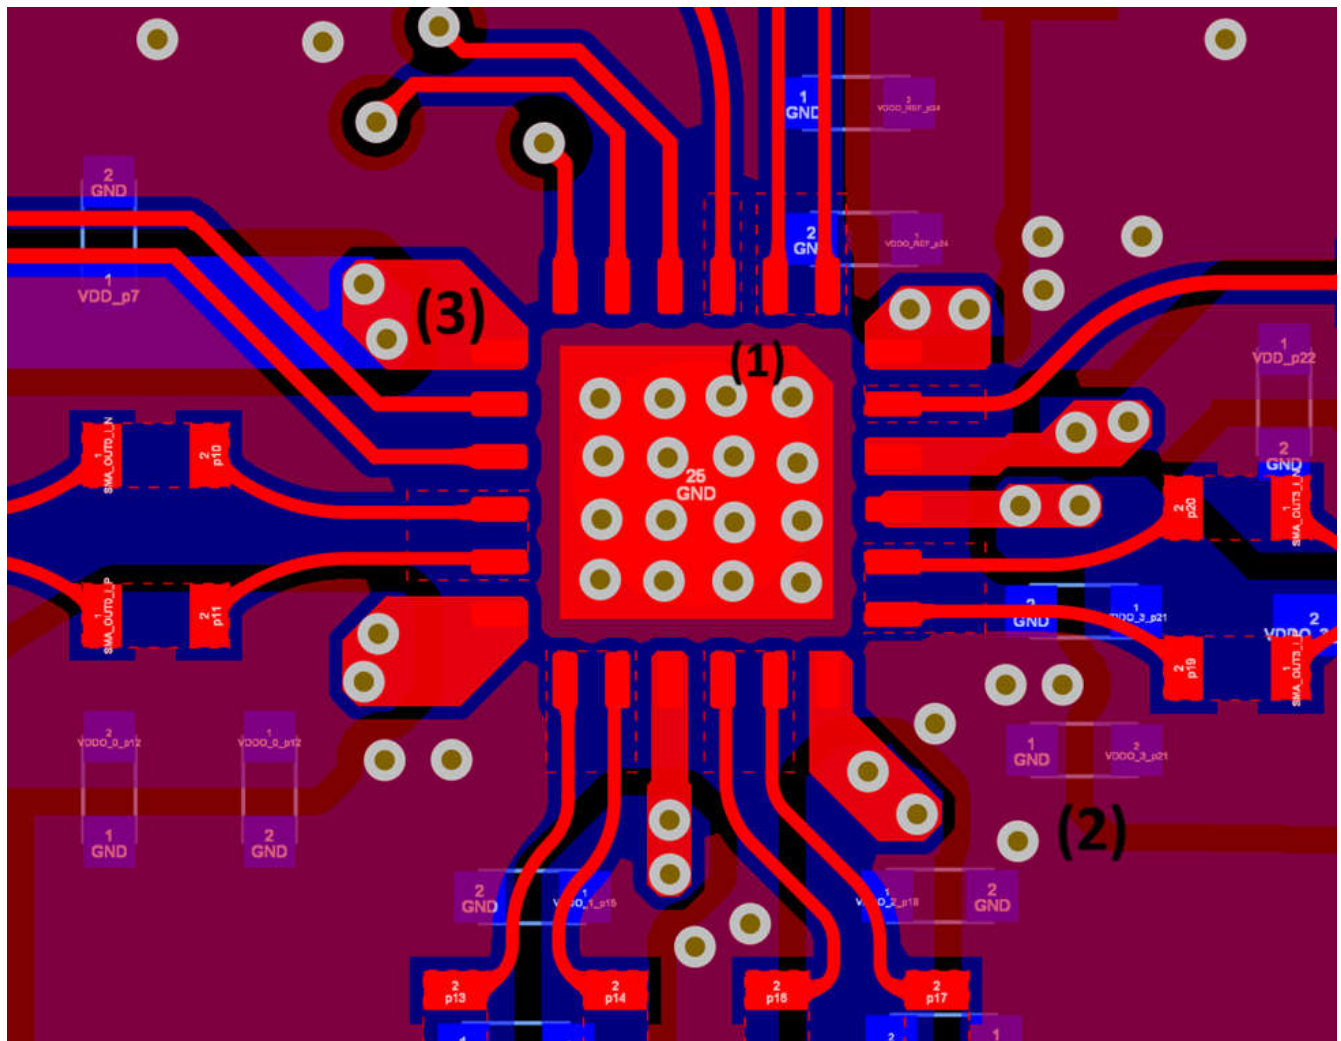

図 8-6. LMK3H2104 の上層と下層のレイアウト例
- LMK3H2104 の場合、すくなくとも 5 つのビアを使用して、サーマルパッドをソリッドな GND プレーンに接続します。LMK3H2108 の場合、すくなくとも 9 つのビアを使用して、サーマルパッドをソリッドな GND プレーンに接続します。フルスルービアが推奨されます。例については、図 8-6 の (1) を参照してください。
- 電源ピンに非常に近い場所に、容量値の小さいデカップリングコンデンサを配置します。コンデンサは、同じ層の非常に近い場所に配置するか、裏面の層に直接配置するようにします。値がより大きい場合は、より遠くに配置できます。例については、図 8-6 の (2) を参照してください。
- 電源が複数の層にまたがって配線されている場合は、複数のビアを使用して複数の層にわたって電源配線を接続します。例については、図 8-6 の (3) を参照してください。